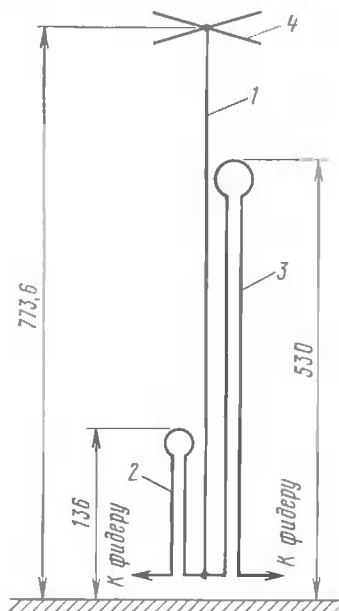

Рис. 1
Схематически эта антенна показана на рис. 1 (размеры — в см). Она состоит из основного излучателя (1), двух "линейных нагрузок" (2 и 3 — для диапазонов 40 и 80 метров соответственно) и емкостной нагрузки (4).
При изготовлении "линейной нагрузки" автор использовал изолированный медный провод диаметром 2,5 мм. Отрезав кусок провода необходимой длины (с некоторым запасом — на настройку), его сгибают в петлю, которая напоявляет двухпроводную линию, замкнутую в верхней части проводником в виде неполного кольца (см. рис. 1).